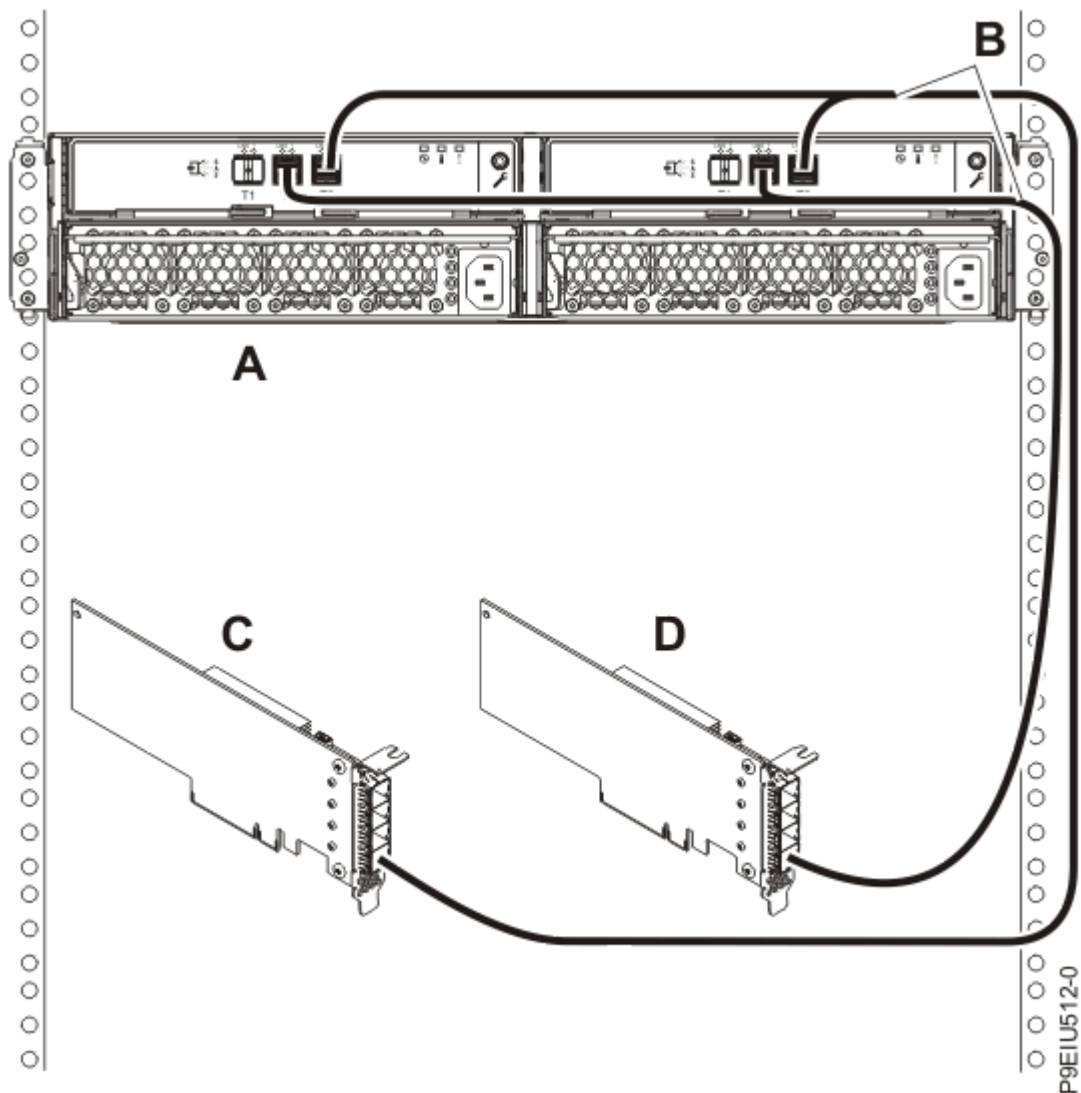

Figura 18. Conexão do modo 2 de um Gabinete de armazenamento ESLL ou ESLS usando cabos YO12 com dois adaptadores SAS independentes FC EJ0J, FC EJ0K ou FC EJ0M
18. Conclua uma conexão de modo 2 de um gabinete (A), usando cabos YO12 (B), para dois adaptadores SAS FC EJ0J, FC EJ0K ou FC EJ0M independentes (C e D), conforme mostrado em Figura 18 na página 24. Em seguida, continue com o “Conectando cabos, cabos de energia e instalando tampas” na página 30.